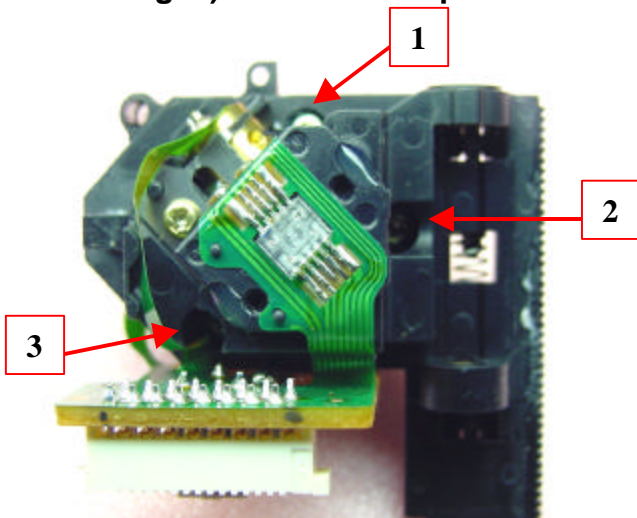
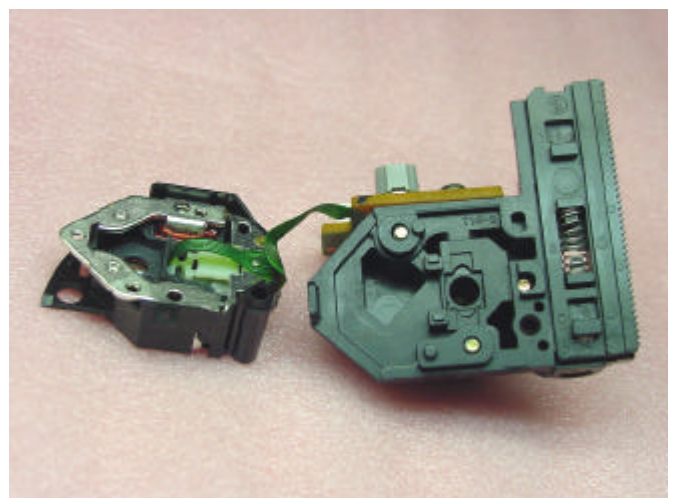

Fig 1
Fig 2
- 1) Separar o bloco da lente do bloco do laser soltando os 3 parafusos indicados (Veja Fig 1 ). Os blocos separados são mostrados na fig 2.